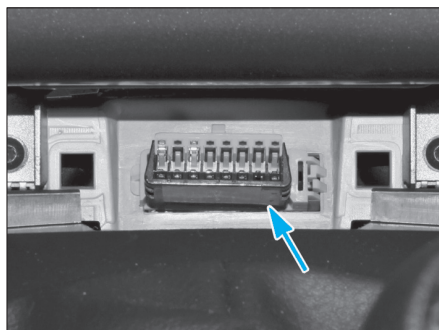

Fig. 43
- Dégraffer la prise diagnostic (Fig.43).